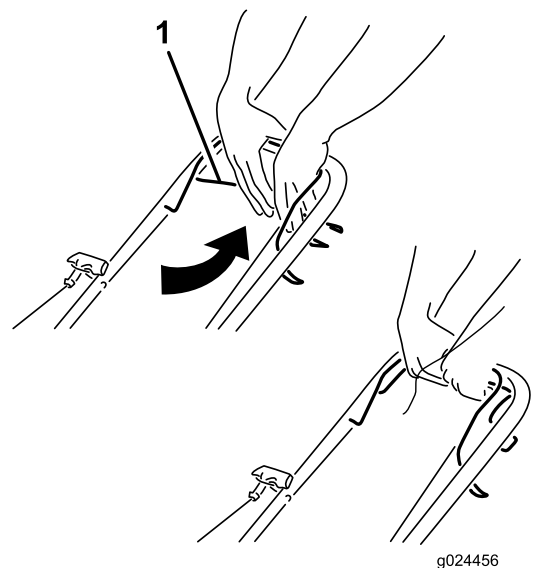

Figura 16
- **Para activar la autopropulsión:** Apriete la barra de autopropulsión contra el manillar y manténgala allí (Figura 16).